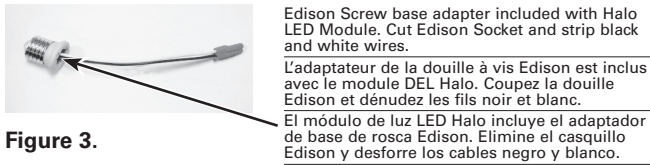

Figure 3.
4. Utilizando el adaptador de base de rosca Edison de módulo de luz LED (de la serie ML706x), corte la conexión del casquillo Edison. (Fig. 3)
5. Desforre los cables del adaptador (negro y blanco) para prepararlos para la conexión a las tuercas de empalme de palanca. (Fig. 3)